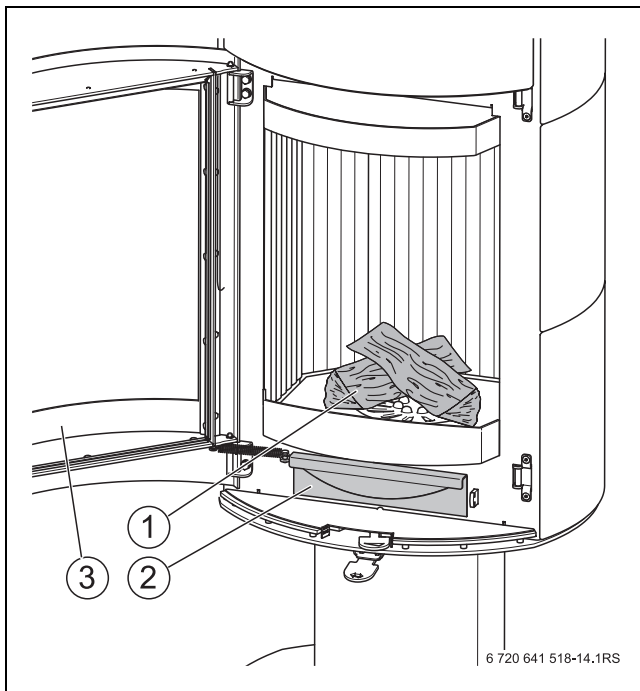

Fig. 3 Foyer avec bûches
- ▶ Ne faire fonctionner le poêle que lorsque la boîte de cendres est rentrée (→ fig. 3, [2], page 9).